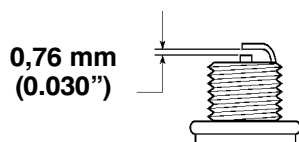

Figure 30
- Régler l'écartement des électrodes de la nouvelle bougie à 0,76 mm (0.030") (Fig. 30).